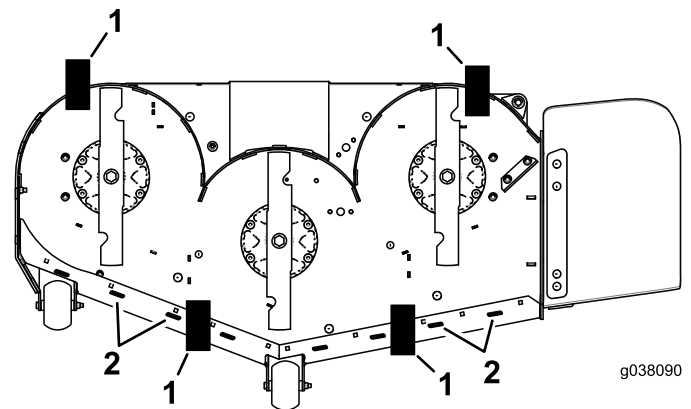

Figure 89
11. Placez une cale (voir le Tableau de hauteur de cale et d'inclinaison) sous le bord arrière de la jupe du tablier de coupe de chaque côté du tablier de coupe (Figure 89).